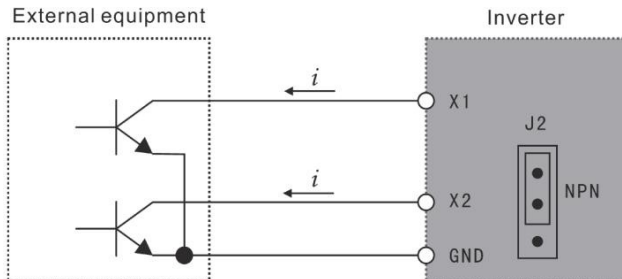

Abbildung 3-1 Verdrahtungsmodus vom Typ NPN
- (1) Wenn für externe Geräte die Verdrahtungsart vom Typ NPN gewählt wird, entsteht eine Leckstromlogik, und der Strom fließt, wie in Abbildung 3-1 dargestellt, aus dem Eingangsklemmenanschluss ab (Stromquelle); gleichzeitig ist der Parameter F067=0 erforderlich.